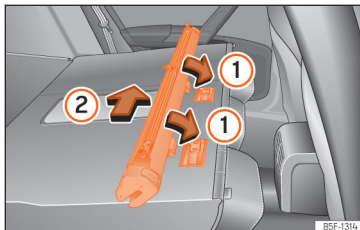

Fig. 187 Montar a rede de separação nos encostos do banco traseiro.
- Coloque a carcaça da rede nos rebaios das calhas de fixação no sentido das setas >>> Fig. 187 ①.
- Empurre a carcaça para o lado esquerdo do veículo no sentido da seta >>> Fig. 187 ② e até ao limite.
- Puxe da carcaça da rede aproximadamente 5 cm no sentido contrário da seta »» Fig. 187 ②.
- Retire a carcaça das calhas de fixação puxando no sentido contrário ao das setas »» Fig. 187 ①.